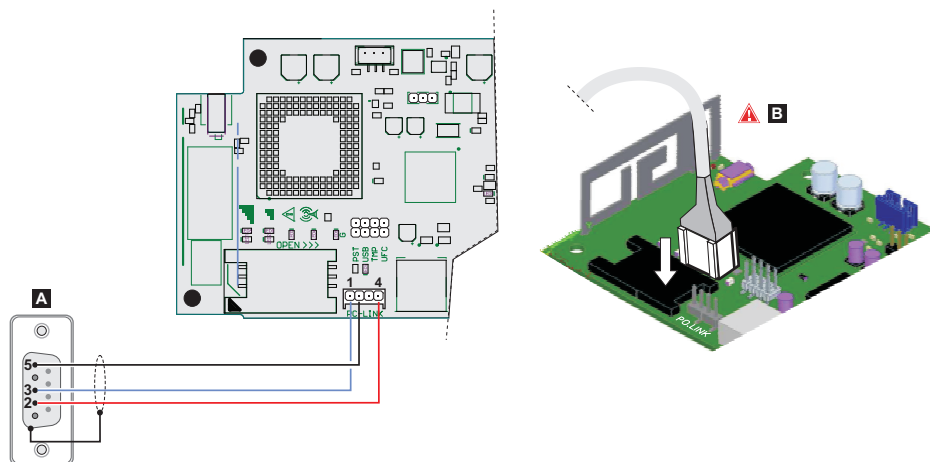

**Figura 7 –** Schema di collegamento del cavo PC-Link: **A)** connettore RS-232 femmina, lato saldature **B)** inserire il cavo PC-Link nel modo corretto.
1. Collegare la porta seriale PC-LINK del comunicatore ad una porta seriale RS232 libera del PC, tramite il cavo PC-LINK (opzionale), come mostrato in Figura 7.